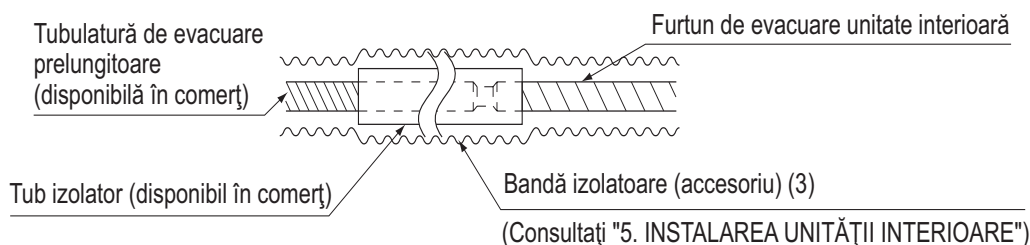

Fig. 19
- Când prelungiți furtunul de evacuare, utilizați un furtun prelungitor disponibil în comerț, și aveți grijă să izolați porțiunea de prelungitor. (Consultați Fig. 19)